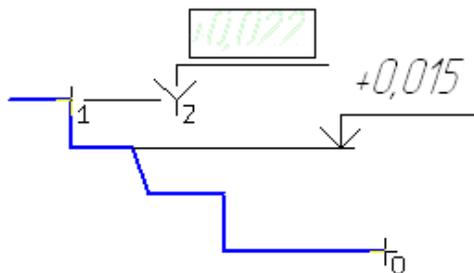

Рисунок 48. Размер высоты.
- *Размер высоты* – позволяет создавать ряд размеров, обозначающих отметки высоты (рис. 48).